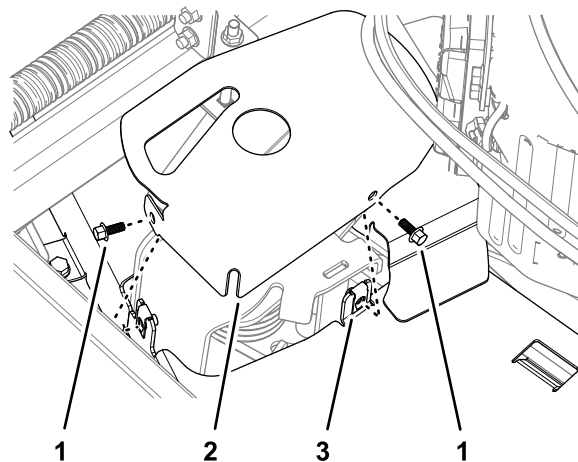

図 45
4. テンショナカバーを左側ベルトカバーに取り付ける 左側ベルトカバーの取り外し \(ページ 24\) で外したフランジヘッドねじ2本を使用して 図 45 のように取り付ける。